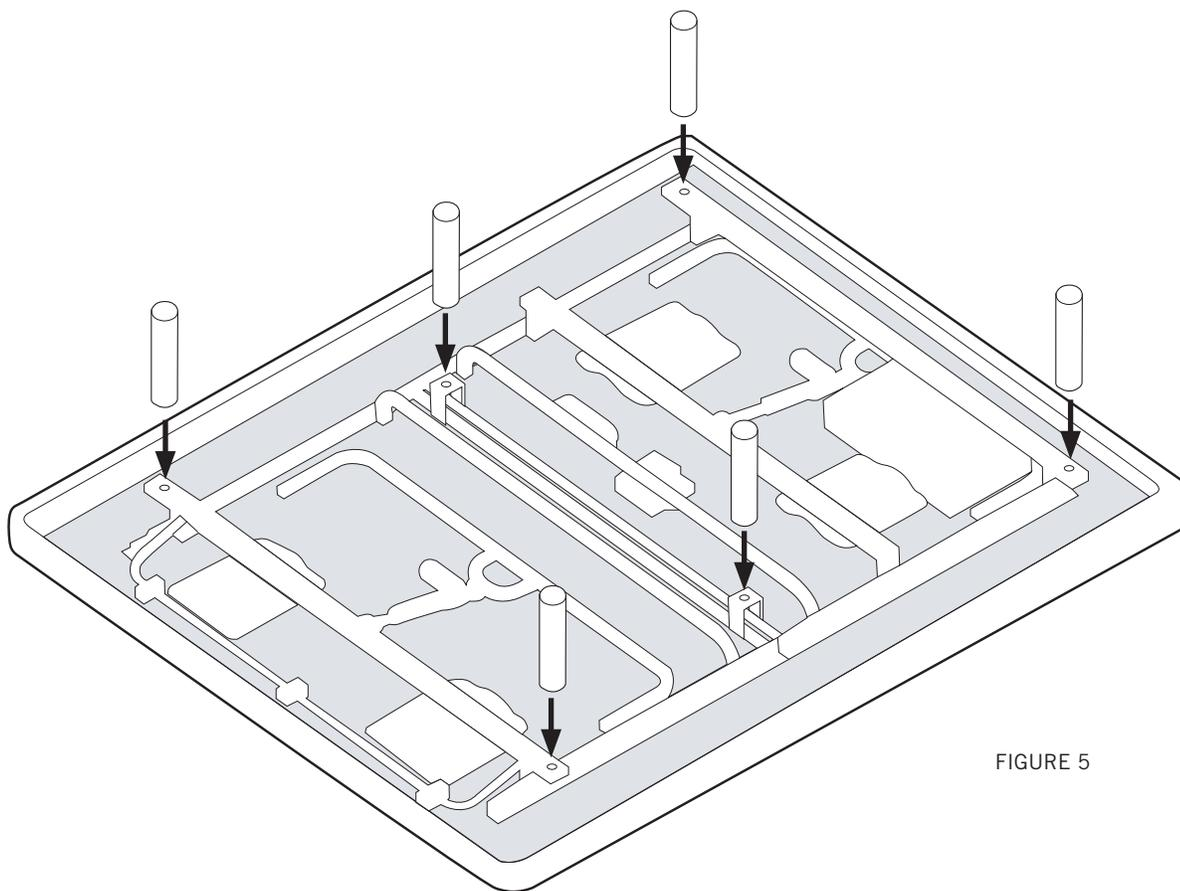

FIGURE 5
Visser les (4) pattes dans les inserts filetés dans chaque coin du cadre de la base (FIGURE 5).
Visser les (2) pattes dans les inserts filetés des ferrures du support de centre (FIGURE 5).